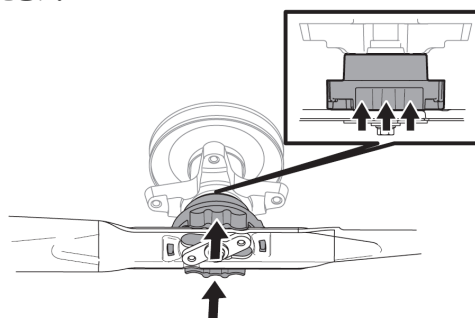

Figure 44
3. ブレードカラーを上へ押しつけて保持します。図44を参照してください。
4. 上のカラーが上がるまで、ブレードをブレードアダプターに対して上向きに押します。図44を参照してください。